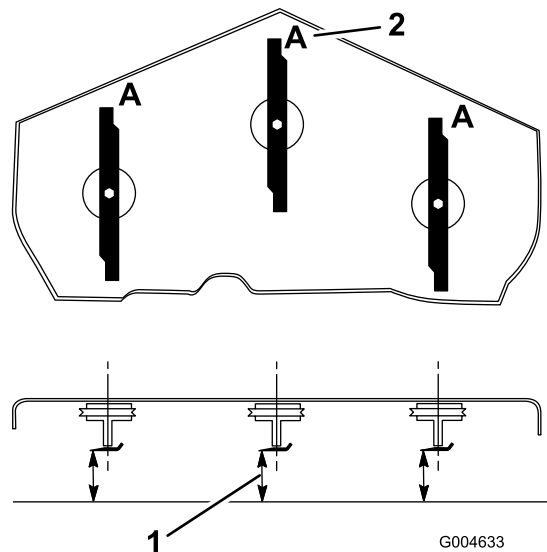

Bild 66
3. Drehen Sie die Schnittmesser, bis die Enden nach vorne und hinten gerichtet sind (Bild 66). Messen Sie von einer ebenen Fläche bis zu den Schnittkante (Position A) der Messer (Bild 66). Notieren Sie diesen Wert.